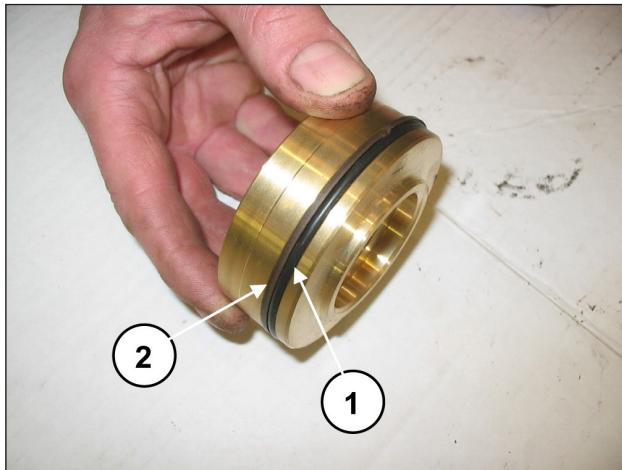

图 114
把O形环(分解图位置17, ① - 图 114)和密封环(分解图位置21, ② - 图 114)安装在排出阀的塞盖上。